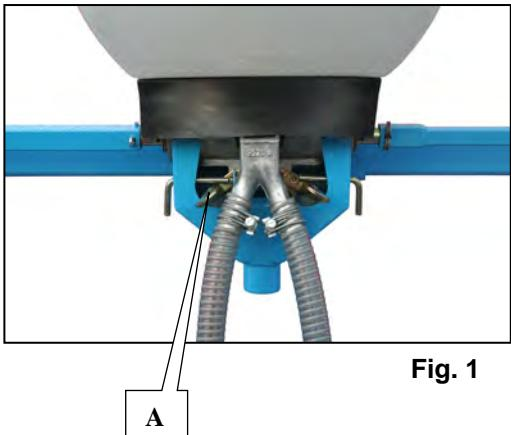

Fig. 1
La regolazione della dose/ettaro viene fatta con i pignoni dell'alimentazione elicina combinata (un pignone motore a 2 denti (A fig. 1 e 4), un pignone ricettore a 5 denti (B fig. 1, 3 e 4)).
- Vidanger les trémies à l'aide des trappes (A fig. 1).
Deux trappes par boîtier permettent la vidange de celles-ci (A fig. 2). Une goutte de vidange existe et permet sans effort de vidanger les trémies Microsem (A fig. 1). Pour bien vidanger le ou les boîtiers, il est nécessaire de réaliser quelques rotations de roue. Utiliser la manivelle fournie pour effectuer le réglage du débit (rotation de l'axe moteur : roues motrices)